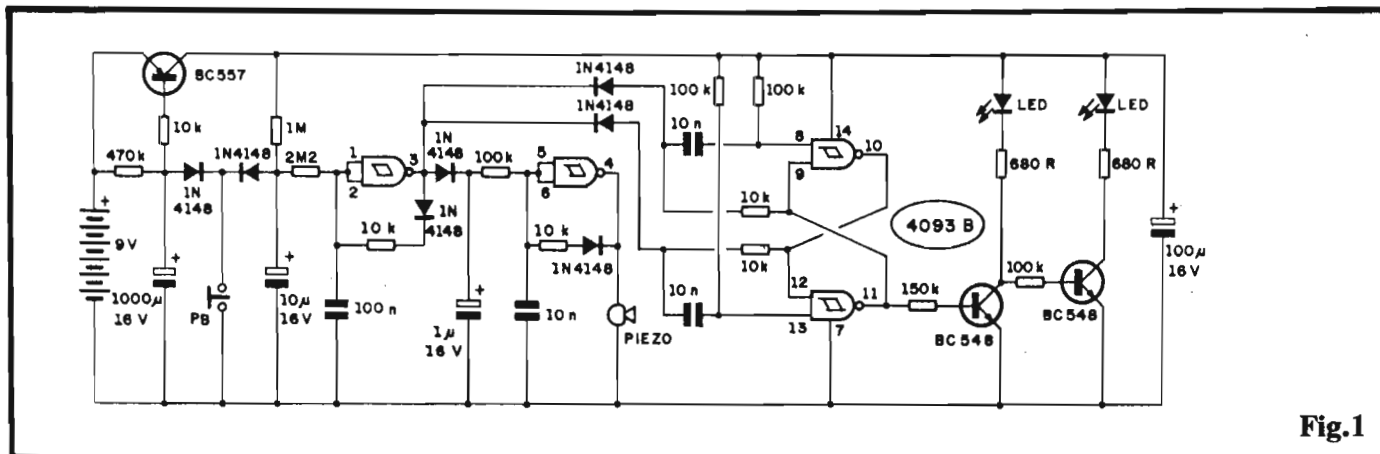

Fig.1
- FIG. 1 - O CIRCUITO - O super-versátil Integrado C.MOS 4093 encontra-se no "coração" do circuito, com seus 4 **gates** NAND de 2 entradas cada (função **Schmitt Trigger**) exercendo as atribuições de 3 blocos fundamentais do ODODE... Três transistores comuns (BC557 e BC548) auxiliam o 4093, em termos ativos... O "resto" são os dois LEDs indicadores finais, alguns diodos de isolamento e acoplamento, resistores e capacitores comuns, tudo distribuído num circuito apenas aparentemente complexo... Vejamos seu funcionamento, em uma análise simples: A alimentação (9 VCC, da bateria...) é permanentemente aplicada (não há interruptor geral); quando o interruptor de pressão Normalmente Aberto (PB) é acionado, o capacitor eletrolítico de 1000u (que estava carregado pela presença do resistor de 470K) se descarrega, imediatamente, através do diodo 1N4148 situado entre os ditos componentes... Com isso, o BC557, que se encontrava "cortado" (inibindo a alimentação geral para todo o circuito do ODO-DE...), "liga", permitindo que o circuito trabalhe por um tempo de aproximadamente 20 segundos, condicionado pelos valores do citado resistor de 470K e capacitor de 1000u (decorrida essa Temporização, novamente todo o circuito será desenergizado...). O **gate** do 4093 delimitado pelos pinos 1-2-3 está circuitado em oscilador controlado por Tensão, cuja Frequência básica é determinada pelo resistor de 10K e capacitor de 100n... Inicialmente, a Frequência é relativamente alta (em torno de 10 Hz), porém, à medida que a carga (escoada via diodo 1N4148, quando da pressão inicial sobre o push-button) no eletrolítico de 10u vai se elevando (através do resistor de 1M ao positivo da alimentação...), a Tensão aplicada ao oscilador via resistor de 2M2 faz com que, lentamente, o dito ritmo caia, até "zero" (quando, então, o oscilador pa-